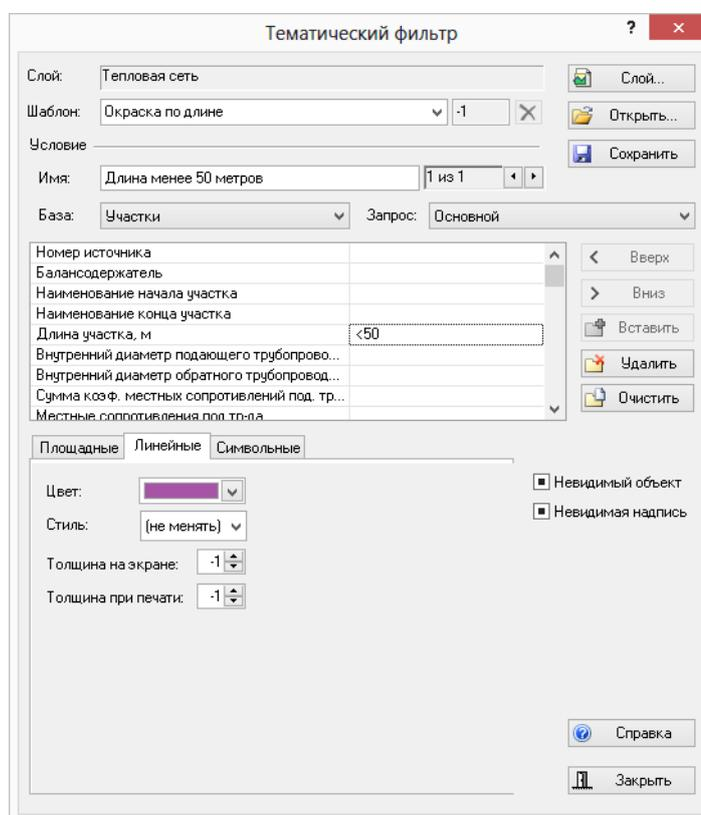

Рисунок 23.5. Создание тематического фильтра
3. В строке **Шаблон** ввести имя шаблона. (Например, **Окраска по длине**, см. Рисунок 23.5, «Создание тематического фильтра»);
В разделе Линии задать цвет, стиль и толщину линий трубопровода. (см. Рисунок 23.5, «Создание тематического фильтра»).